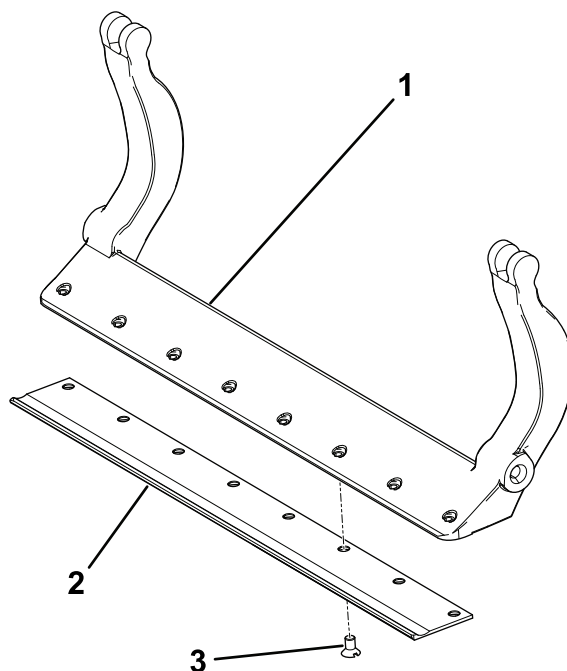

Figure 40
- Appliquez du produit antigrippant sur les vis et montez la contre-lame sur la barre d'appui comme suit (Figure 40) :
- Serrez les 2 vis à extérieures à 1 N·m ; voir Figure 40.
- En partant du centre de la contre-lame, serrez les vis à un couple de 23 à 28 N·m ; voir Figure 40.